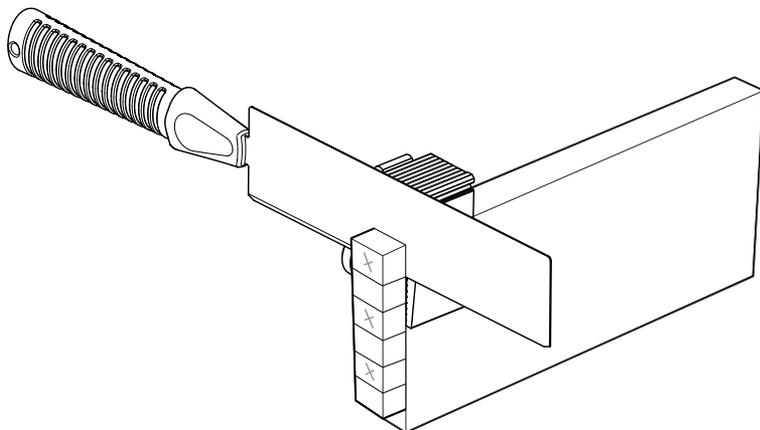

Figure 11 : Taille des chutes aux extrémités d'une planche.
1. Repositionner la pièce à l'horizontale dans l'étau d'établi. Fixer le guide de sciage à angle droit sur le chant de la pièce et couper la **chute extérieure** en prenant garde à ne pas scier dans la queue elle-même – voir **figure 11**. Répéter cette opération pour la coupe de la queue extérieure à l'autre extrémité de la pièce. Nettoyer au ciseau si nécessaire.